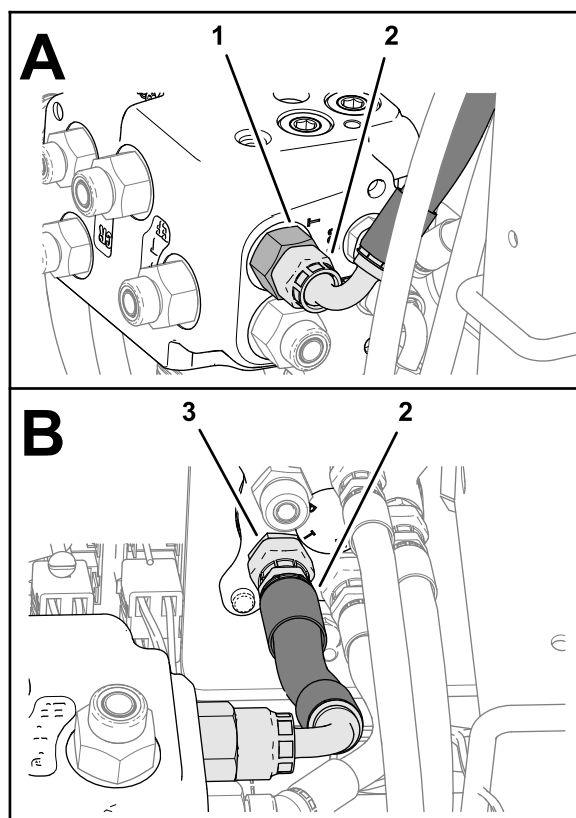

**Figura 116**
7. Monte a união de 90° do tubo 6 x 711 mm na união da porta L da válvula de direção EHI (Figura 116).
8. Monte a união reta do tubo 6 x 711 mm na união da porta L da válvula de direção, e aperte ambas as uniões dos tubos (Figura 116).